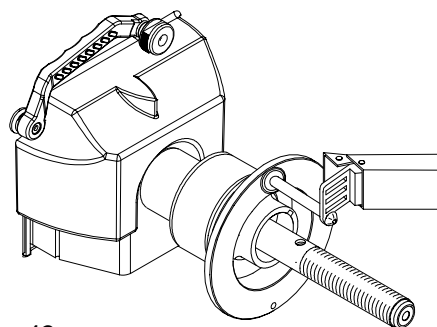

Figure 42a
3. L'afficheur indique **"to FLA NGE"**, toucher le bout du dispositif de mesure largeur et le maintenir pendant une seconde ou appuyer sur le bouton **"F"** (Figure 42a). L'afficheur indique **"bAC 'H' 'POS"** suivi d'une sonnerie. Ramener le bras SAPE dans sa position d'origine.